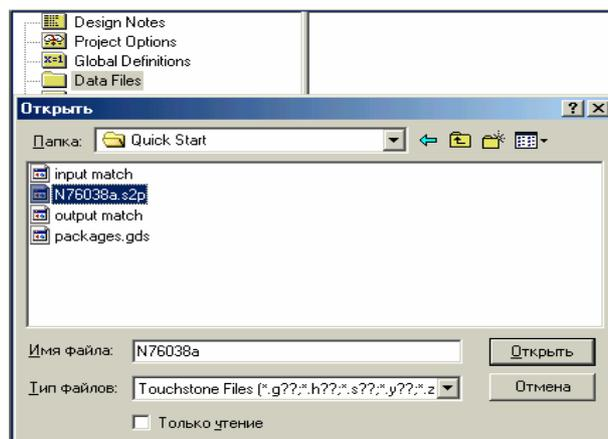

Рис. 4.4. Выбор импортируемого файла данных
5. Нажмите файл **N76038a.s2p** и затем **Open** (рис. 4.4).